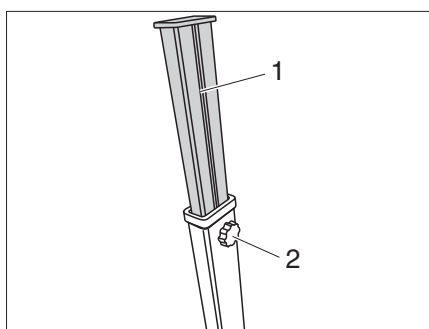

Fig. 34 Regolazione dei piedini
- Aprire la vite a stella (Fig. 34,2) del rispettivo piedino ed estrarre la prolunga (Fig. 34,1).
- Una volta raggiunta l'estensione desiderata, serrare la vite a stella (Fig. 34,2).
- Inserire le prolunghie (Fig. 34,1) di tutti i piedini del tavolo e fissarle con le viti a stella (Fig. 34,2).